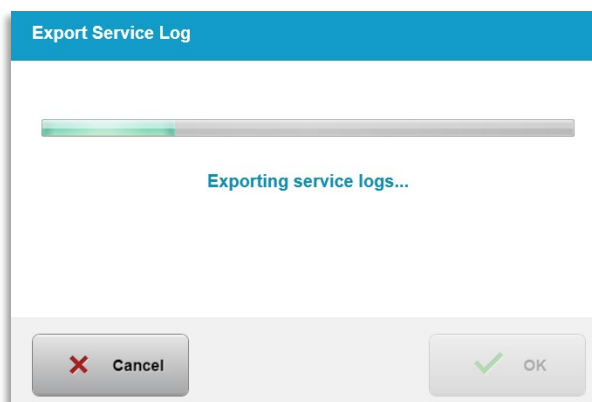

Bild 3-58. Export av servicelogg pågår
- o Systemet börjar automatiskt överföra serviceloggerna och visar en förloppsindikator för överföringen, vilket visas på bild 3-58.